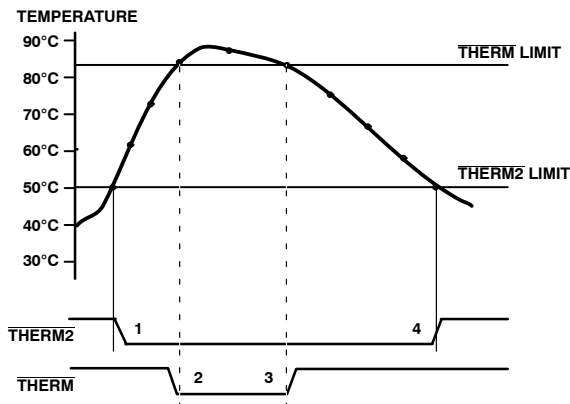

Figure 20. Operation of the $\overline{\text{THERM}}$ and $\overline{\text{THERM2}}$ Interrupts
Figure 20に、**THERM**と**THERM2**を連動させて実装する、2つのシステム冷却方法を示します。この例では、**THERM2**リミットは、**THERM**リミットよりも低く設定されます。**THERM2**出力はファンをオンにするのに使用します。温度が上昇し続けて**THERM**リミットを超えると、**THERM**出力がCPUの動作を抑制することによって冷却を追加します。
- $\overline{\text{THERM}}$ 出力は、温度が $\overline{\text{THERM}}$ リミットからヒステリシスを減算した値まで低下するとデアサート(“H”になる)されます。Figure 20には、ヒステリシス値は示してありません。